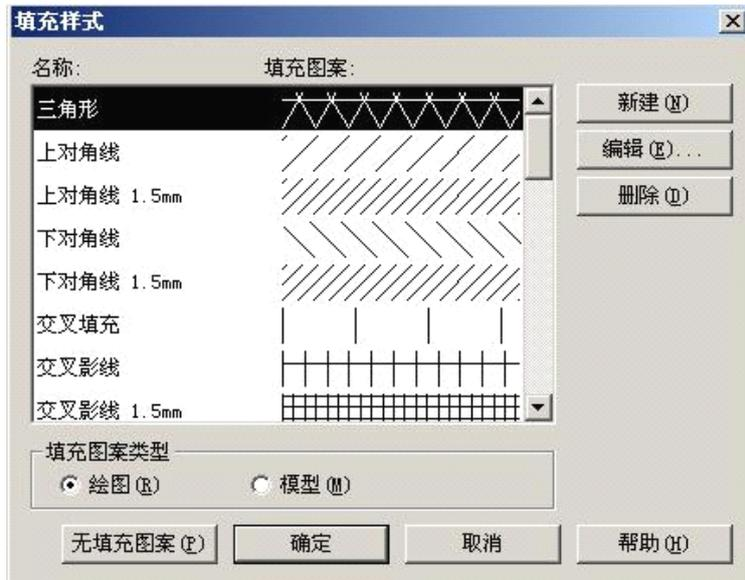

图 17.4-3
- 指定颜色后，创建表面填充图案并应用到材质，以便在将材质应用到自定义墙类型时能够产生木材效果。在“材质”对话框的“表面填充图案”下，单击 , 弹出“填充样式”对话框。在“填充图案类型”下选择“模型”（如图 17.4-3 所示）。模型图案表示建筑上某图元的实际外观，在本示例中是木材覆盖层。模型图案相对于模型是固定的，即随着模型比例的调整而调整比例。同理，创建截面填充图案并应用到材质。